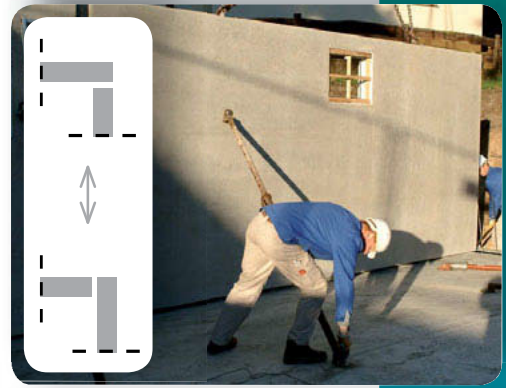

Bild 4
- Anordnung der Eckstöße beachten (welches Element endet an der Wandaußenkante? s. Skizze in Bild 4).